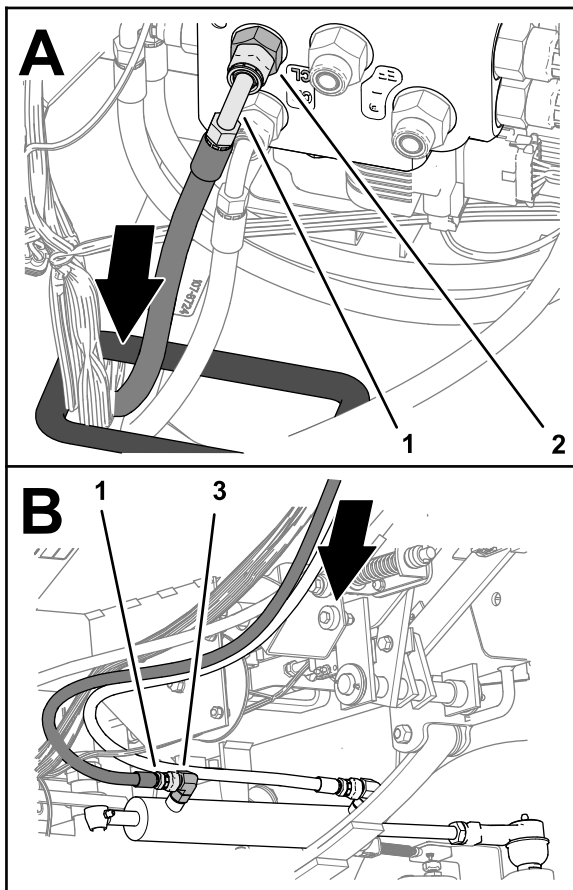

Bild 121
6. Führen Sie das Ende des Schlauchs 6 x 1270 mm mit dem geraden Anschluss durch die Tülle in der Bodenplatte (**Bild 121**).
7. Montieren Sie das 90°-Anschlussstück des Schlauches 6 x 1270 mm auf das Anschlussstück des Anschluss CL des EHI-Lenkventils (**Bild 121**).
8. Montieren Sie das gerade Anschlussstück des Schlauches 6 x 1270 mm auf das 90°-Anschlussstück des Anschlusses zum Ausfahren des Lenkzylinders und ziehen Sie beide Schlauchanschlussstücke fest (**Bild 121**).